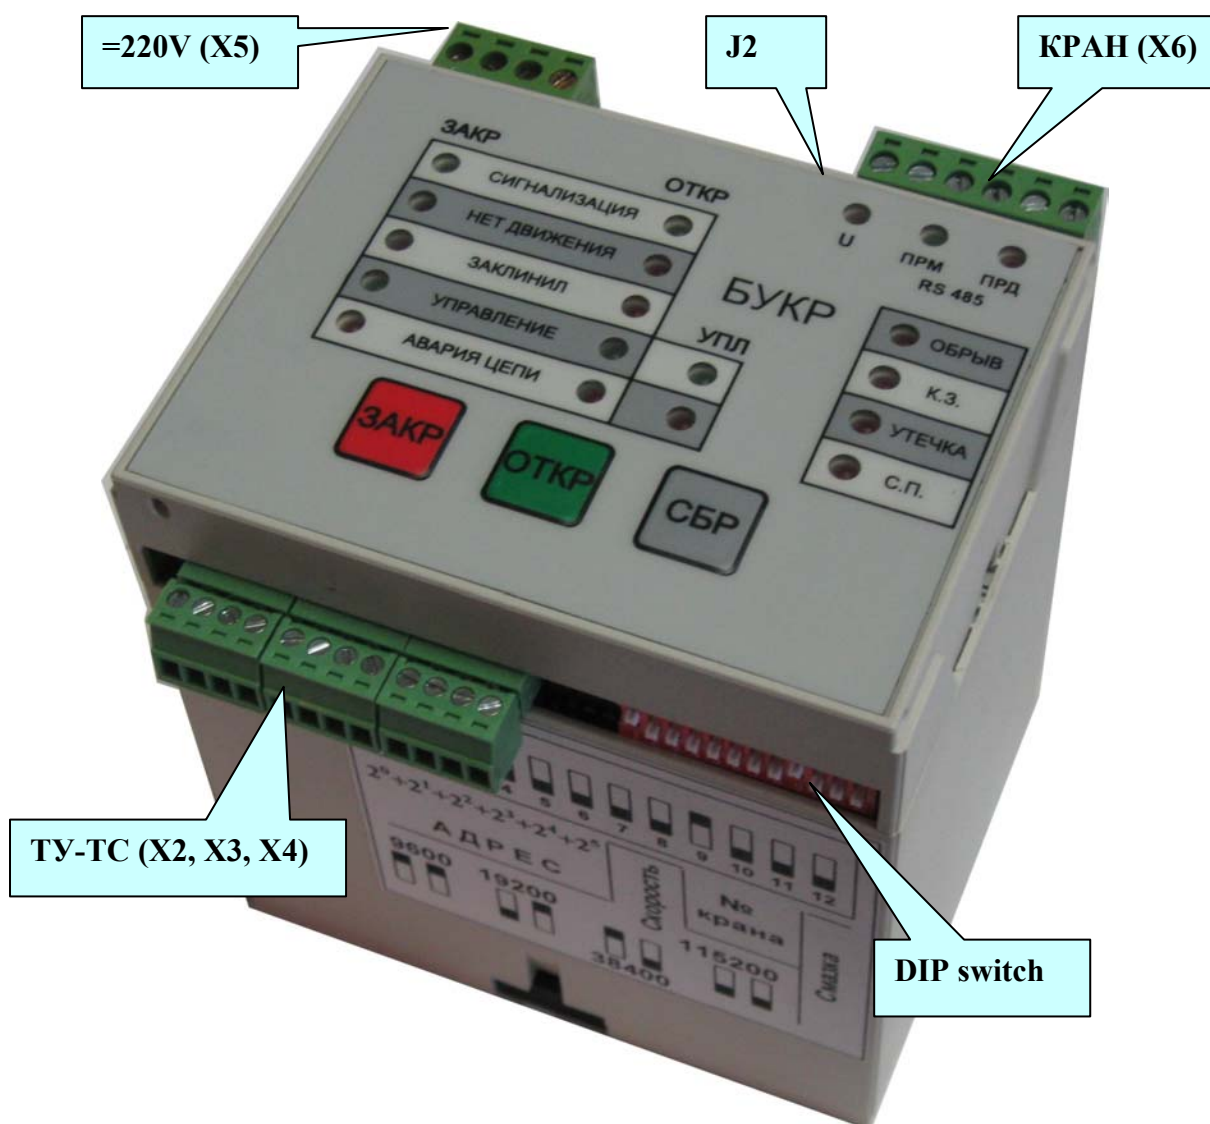

Рисунок 1 – Внешний вид БУКР.
1.5.1.3 Внешние соединители – разъемные колодки, установленные на плате конвертора и выведенные на боковую панель корпуса, см. рисунок 1. Для подключения электрических цепей БУКР используются разъемные колодки 2EDGK-5,08-04 и 2EDGK-5,08-06 (подключение проводов под винт):